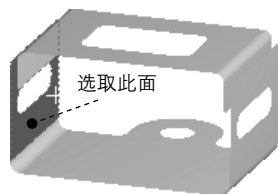

图 7.6.54 定义目标面
(3) 定义目标面。选取图 7.6.54 所示的面为目标面参考, 单击 **Target** 文本框后的 **Apply** 按钮, 然后在定义接触参数对话框中的 **Target Shell Face** 下拉列表中选择 **Top** 选项, 完成目标面定义。